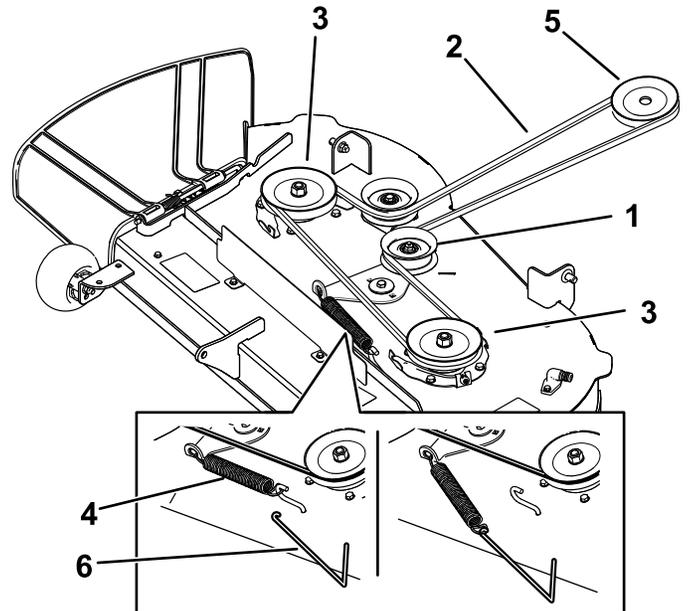
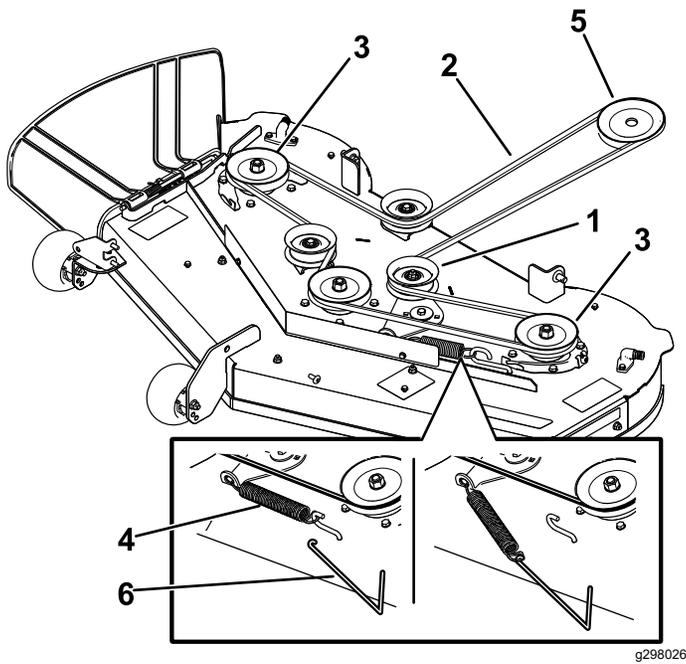

図 57
図 58
7. スプリング取り外し工具Toro P/N 92-5771を用いて、デッキのフックからアイドラスプリングを取り外してスプリングのテンションをなくし、プーリからベルトを取り外す 図 57 または 図 58。
8. エンジンプーリとデッキプーリに新しいベルトを掛け回す 図 57または 図 58。
9. スプリング取り外し工具 Toro P/N 92-5771を用いて、デッキのフックにアイドラスプリングを取り付けてスプリングにテンションを掛ける。これによりアイドラプーリとベルトが強く張る 図 58または 図 57。